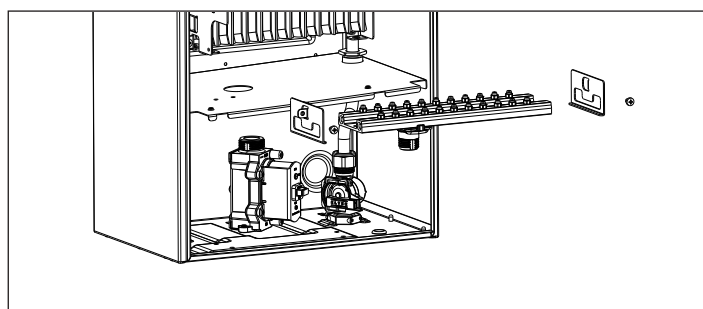

Fig. 18 - Desmontagem elementos
- Desenroscar os parafusos laterais de fixação do coletor, remover o suportes laterais e extrair o coletor (fig. 18)